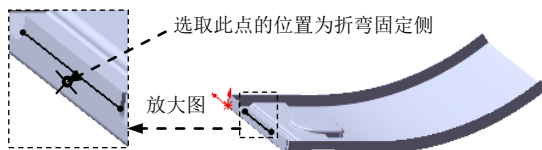

图 14.2.29 绘制的折弯线
② 定义折弯线草图。在草图环境中绘制图 14.2.29 所示的折弯线。
③ 选择下拉菜单 **插入(I)** → **退出草图** 命令, 退出草图环境, 此时系统弹出“绘制的折弯”对话框。
(3) 定义折弯固定侧。在图 14.2.29 所示的位置处单击, 确定折弯固定侧。
(4) 定义钣金参数属性。在**折弯参数(P)**区域的  文本框中输入折弯角度值 90.0, 在